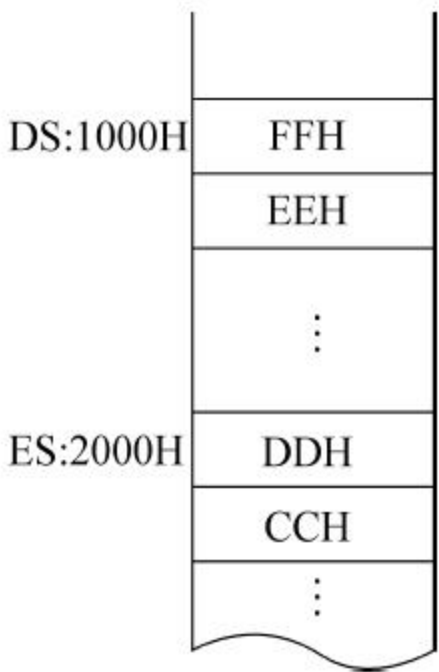

图 9-12 第 4 题图
(1) 指出下列指令的错误并加以改正,然后在 Turbo Debugger 上进行验证。
- ① MOV [BX], [SI]
- ② MOV AH, BX
- ③ MOV AX, [SI] [DI]
- ④ MOV BYTE PTR[BX], 2000H
- ⑤ MOV CS, AX
- ⑥ MOV DS, 2000H
(2) 将 DS:1000H 字节存储单元中的内容发送到 DS:2020H 单元中存放。试分别用 8086 的直接寻址、寄存器间接寻址、寄存器相对寻址方式,实现数据传送。
(3) 设 AX 寄存器中的内容为 1111H, BX 寄存器中的内容为 2222H, DS:0010H 单元中的内容为 3333H。将 AX 寄存器中的内容与 BX 寄存器中的内容交换,然后再将 BX 寄存器中的内容与 DS:0010H 单元中的内容进行交换。试编写程序段,并上机验证结果。
(4) 设 DS=1000H, ES=2000H, 对应内存单元中的内容如图 9-12 所示。要求编写程序段,将图中所示数据段 1 个字单元的内容传送到 AX 寄存器,附加段 1 个字单元的内容传送到 BX 寄存器。